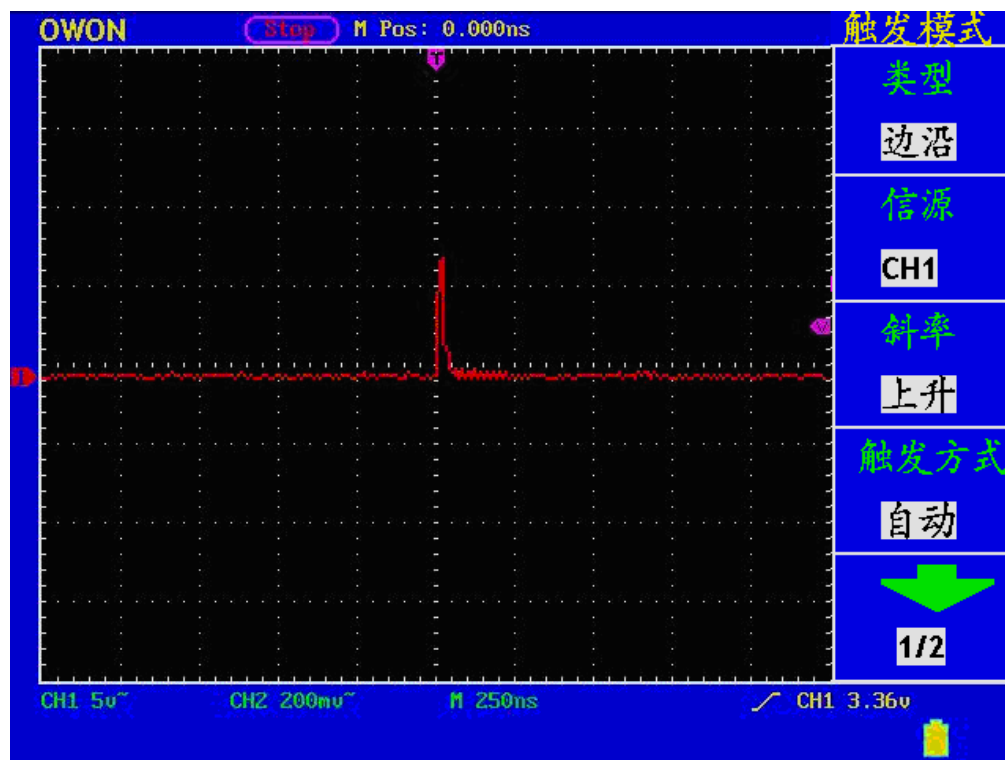

图 58： 捕捉单次信号
- 11、若屏幕上方**触发状态指示**没有显示 **Ready**，则按下 **RUN/STOP**（运行/停止）按键，启动获取。等待符合触发条件的信号出现。如果有某一信号达到设定的触发电平，即采样一次，显示在屏幕上。利用此功能可以轻易捕捉到偶然发生的事件，例如幅度较大的突发性毛刺：将触发电平设置到刚刚高于正常信号电平，按 **RUN/STOP**（运行/停止） 按键开始等待，则当毛刺生时，机器自动触发并把触发前后一段时间的波形记录下来。通过旋转面板上水平控制区域的 **水平位置** 旋钮，改变触发位置的**水平位置**可以得到不同长度的负延迟触发，便于观察毛刺发生之前的波形。见图 58。